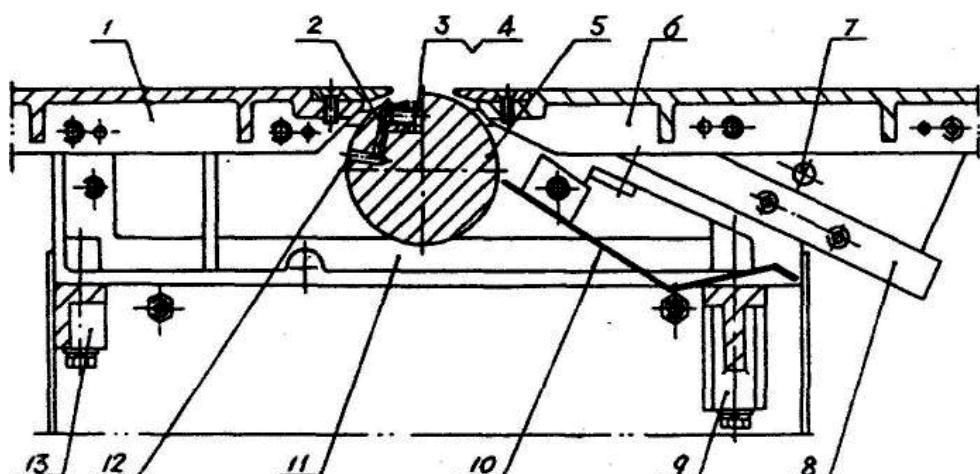

Рис. 5 Строгальный блок
#### Строгальный блок (Рис. 5)
- См. Рис. 5. Ослабьте болт ножа 3, вставьте отвертку в отверстие 12, вытяните механизм 2 наружу, затем немного закрутите болт 3, поместите плоскую линейку на среднюю часть краевой пластины заднего стола 1.
- Поставьте упор для фасок с направляющей и соедините направляющую с основанием, как показано слева на Рис. 5. Установите направляющую с правой стороны стола.